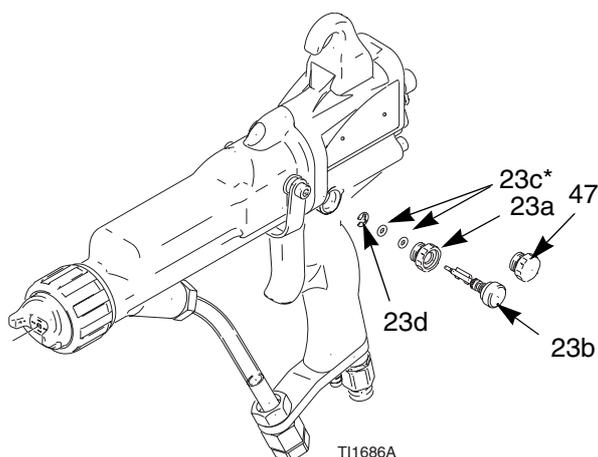

Fig. 34. Válvula de restricción aire de atomización
2. Desmonte la válvula restrictora del aire de atomización (23). Inspeccione la junta tórica (23c*). Reemplácela si fuera necesario. Vea FIG. 34.
3. Instale una nueva válvula reductora del aire de atomización (23), o desarme y reemplace las piezas individualmente. La protuberancia de la válvula debe estar orientada de forma que deje libre el eje de la válvula de aire (21).